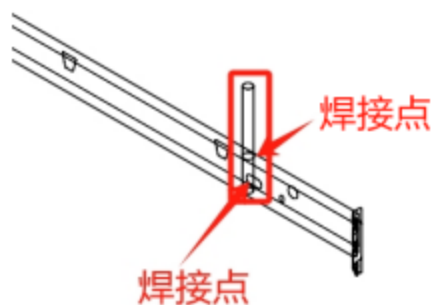

图 1
**(1) 前、后长横梁:** 采用截面  $\geq 80\text{mm} \times 30\text{mm}$  (截面形状根据性能要求可以优化设计) 优质钢材, 材料裸厚度  $\geq 1.2\text{mm}$ , 经轧压线辊压成型, 高频焊接无缝闭口型材管, 为了保证强度, 前横梁床护栏支撑管采用  $\geq \phi 22\text{mm} \times 1.0\text{mm}$  圆管, 前横梁上方开孔整支插入前横梁内部, 上下进行焊接 (如图 1 示, 图样为参考示意), 长横梁与卡式连接件焊接处须满焊, 不能留缺口及缝隙。
**(2) 床头短横梁:** 床头护栏下方短横梁采用  $\geq 55\text{mm} \times 45\text{mm}$